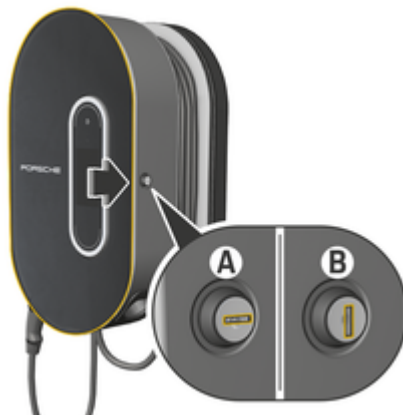

図. 239 ポルシェ充電ドック
- ▶ ロックを A (図. 239) の位置に回してください。
- ▶ ロックを B (図. 239) の位置に回してください。